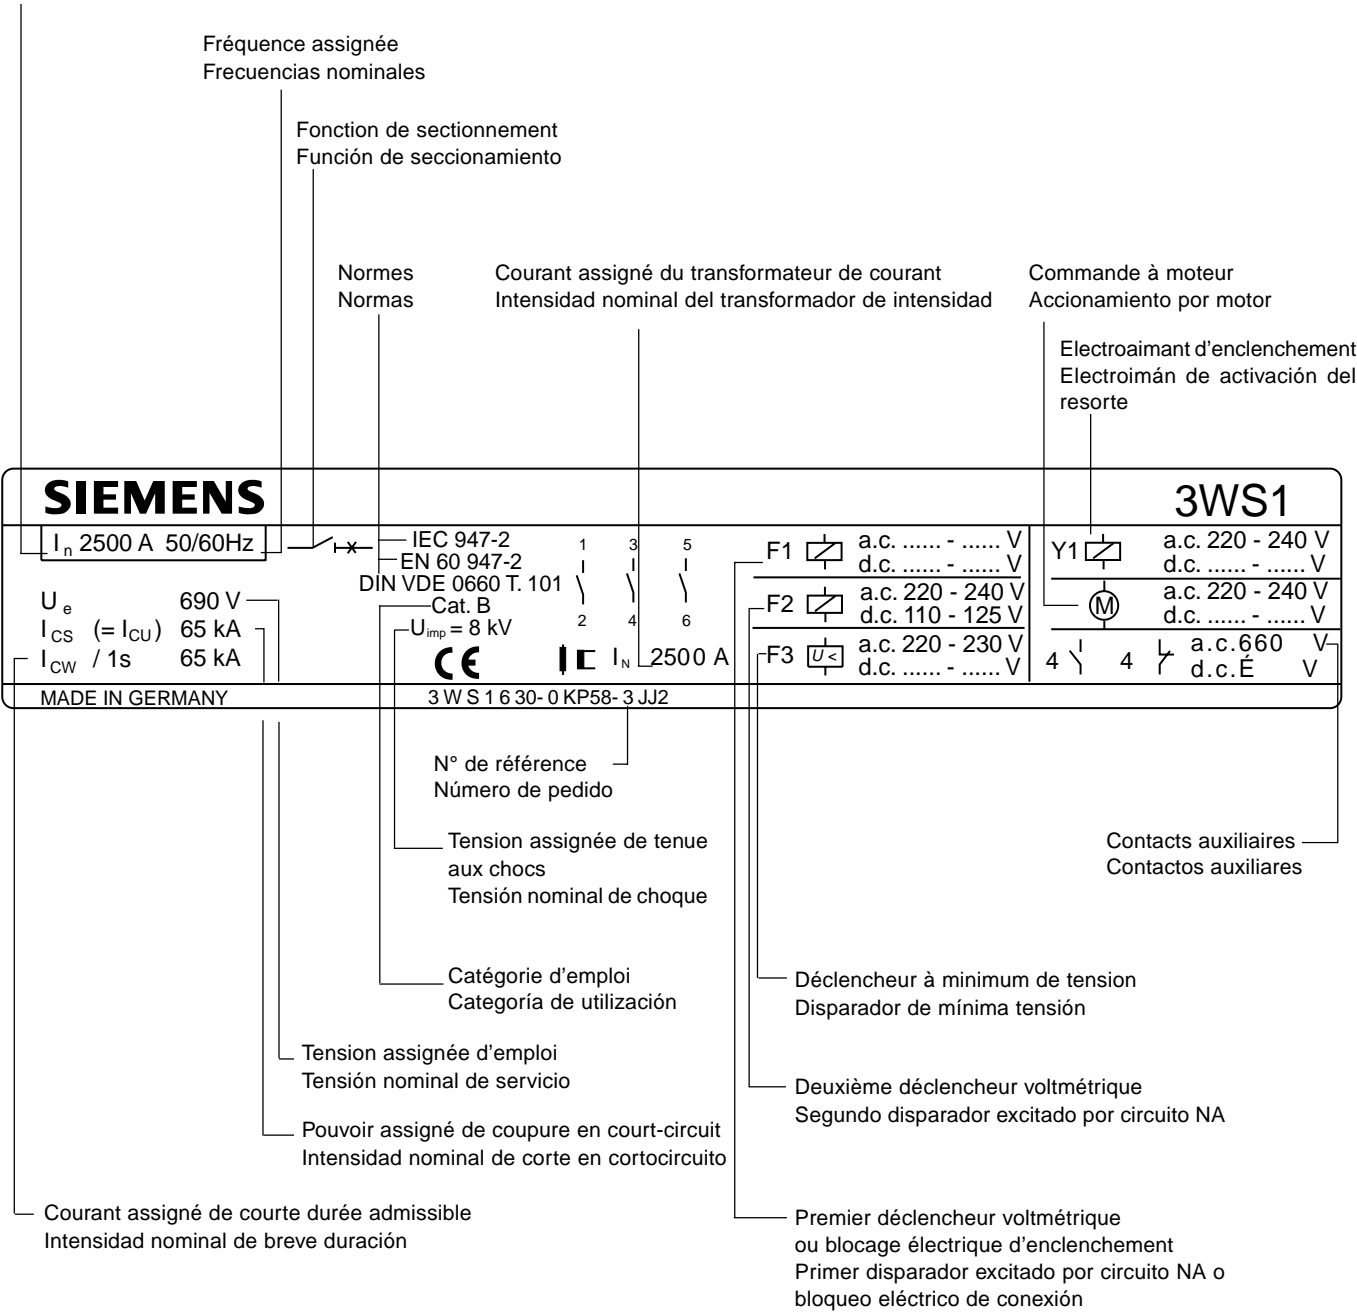
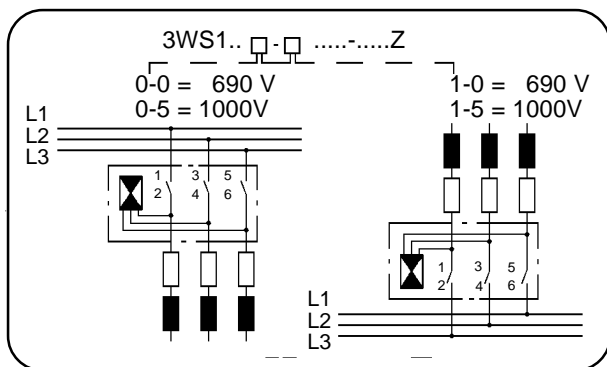

Fig. 2
Fig. 5 Schéma de branchement, tripolaire
- Sur la plaque signalétique, modifier les positions 7 et 8 (Fig. 2) conformément au schéma de branchement (Fig. 5)
- Cambiar el número de pedido en la placa de características en las posiciones 7 y 8 (fig. 2) según el esquema de conexiones (fig. 5)